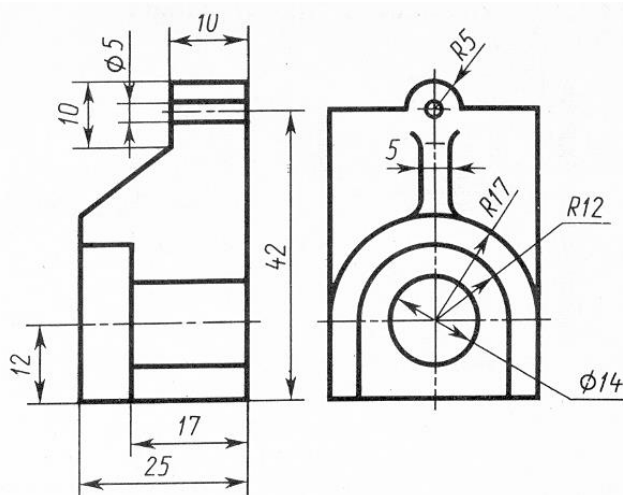

Рисунок 43 – К упражнению для листа I-5
2. Перечертите в рабочую тетрадь задание по рис. 43. При изображении модели примените фронтальный разрез. Дочертите недостающие линии, нанесите штриховку. Нанесите размеры.